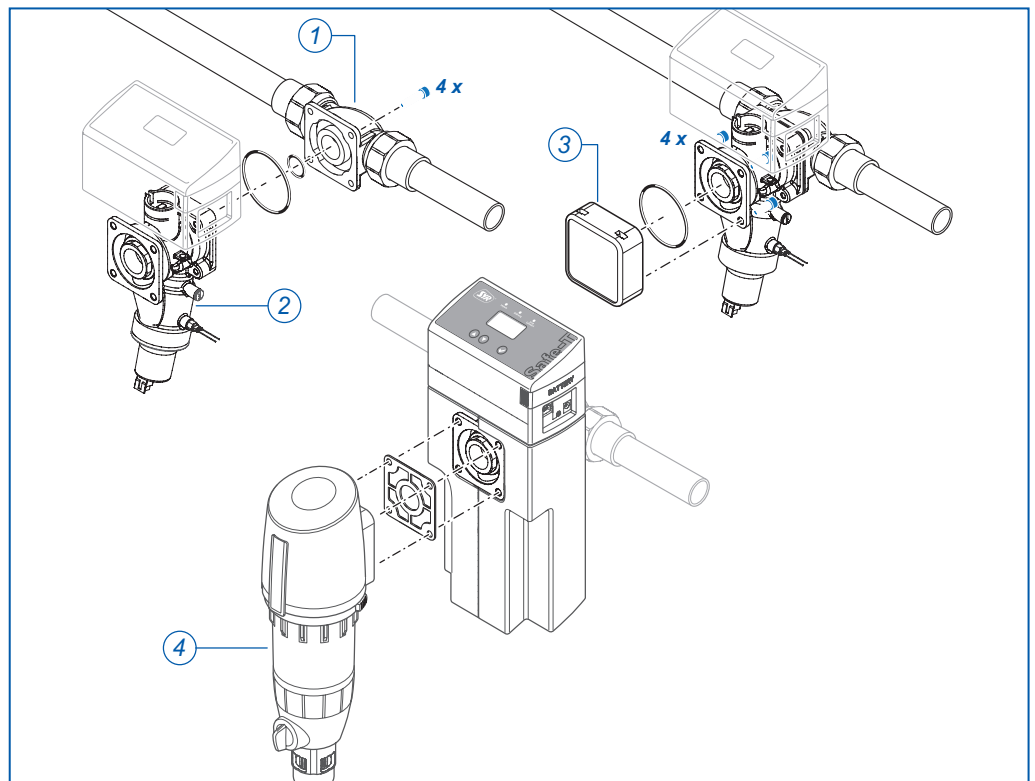

Abb. 3: Montage Safe-T Connect
- ▶ Montieren Sie den Safe-T Connect (2, Abb. 3) mit den vier Innensechskantschrauben und den 2 O-Ringen an den Universalflansch (1).
- ▶ Verschließen Sie den vorderen Flanschanschluss mit einer Verschlusskappe (3, Art.-Nr. 2320.00.901) oder schließen Sie dort z.B. einen SYR DRUFI + (4) an.